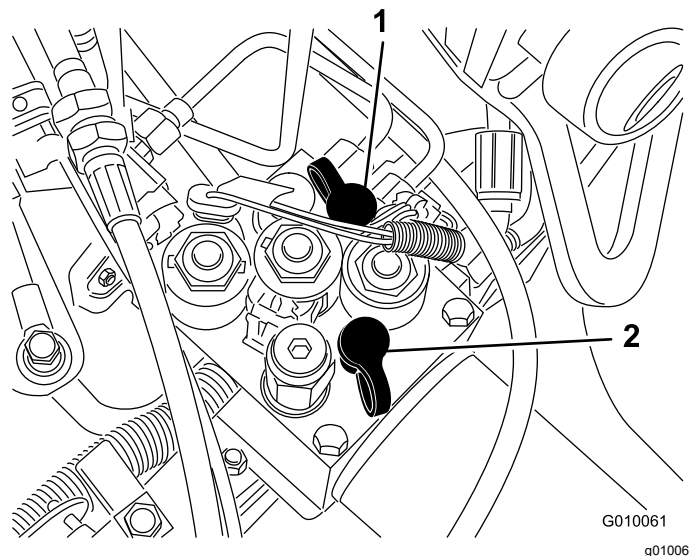

Figura 65
- Il foro diagnostico G 2 (Figura 65) agevola la diagnostica del circuito di ricarica della trazione.
- Il foro diagnostico G 1 (Figura 65) agevola la diagnostica della pressione del circuito di sollevamento.